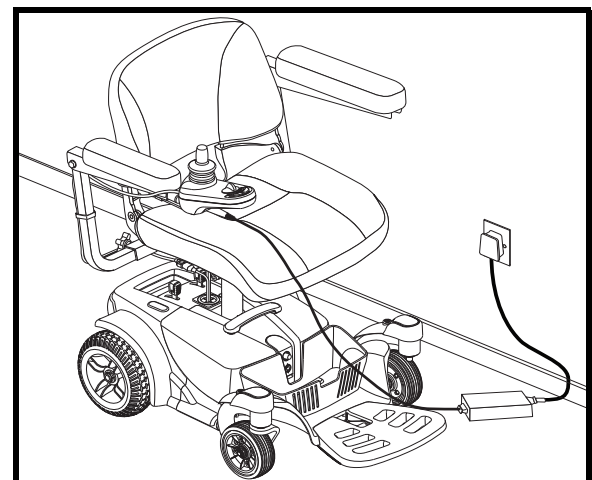

Abb. 23. Aufladen der Batterie über die Steuerung
3. Stecken Sie das externe Ladegerät in den externen Ladegerät Sockel des Steuerpults. **Siehe Abb. 23.**